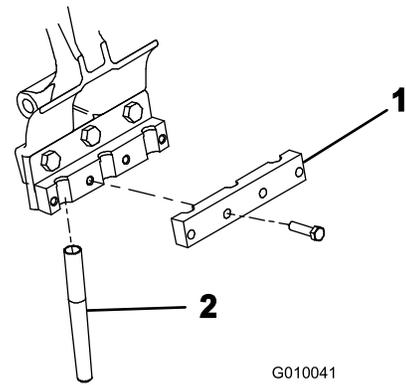

Figura 24
4. Instale provisionalmente una abrazadera de taladros en cada portataladros con 4 pernos de 3/8 x 1-1/2 pulgadas (Figura 24). No apriete los pernos.